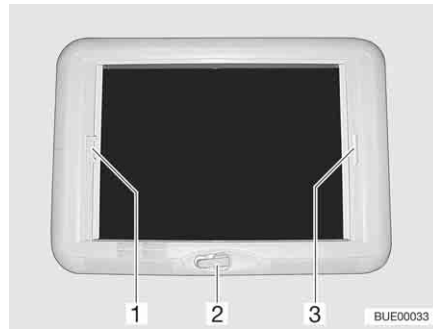

Fig. 84 Lanterneau à manivelle
- Tourner la manivelle (Fig. 84,2) jusqu'à ressentir une résistance.
- Tirer la poignée du dispositif occultant plissé (Fig. 84,3) et le relâcher lorsqu'il a atteint la position voulue. Le dispositif occultant plissé reste alors à cette position.
- Tirer sur la poignée (Fig. 84,1) de la moustiquaire jusqu'à toucher la poignée du dispositif occultant plissé (Fig. 84,3) située vis-à-vis et la faire s'enclencher.
- Appuyer sur la poignée de la moustiquaire (Fig. 84,1) vers l'arrière et le haut et décrocher la moustiquaire du dispositif occultant plissé (Fig. 84,3).